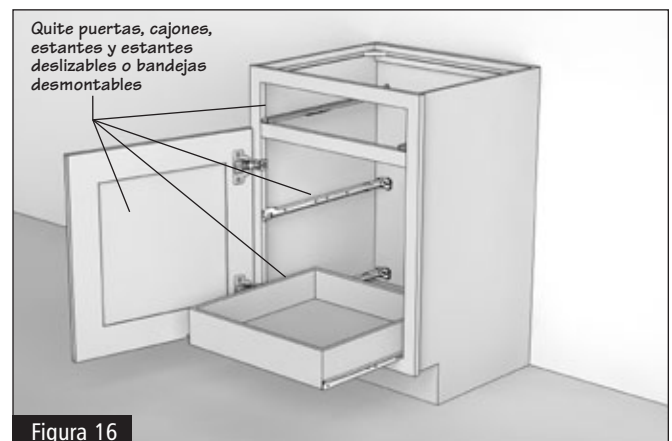

Figura 16
6.1 Quite todos los estantes, cajones y puertas. Es posible que desee marcarlos (o apilarlos) para volver a instalarlos en otro momento. Esto hará que los gabinetes sean más livianos y sea más fácil manipularlos. (Consulte la técnica de retiro de cajones en el Anexo). (Figura 16)